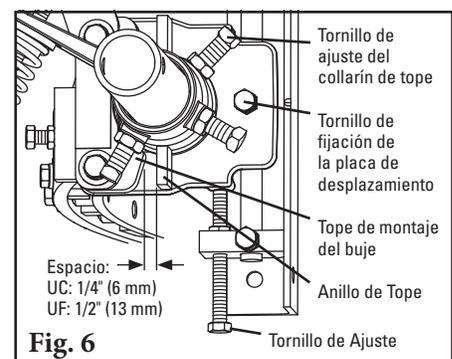

Fig. 6
- Fije el tope del recorrido de la hoja.** Coloque ambos collarines de tope en un espacio de 1/4" (6 mm) entre el collarín de tope y el tope de montaje del buje inferior para los limpiadores UC o 1/2" (13 mm) para los limpiadores UF (Fig. 6). Esto es para evitar que la hoja se mueva hacia la banda. Apriete las contratuercas y tornillos de fijación.